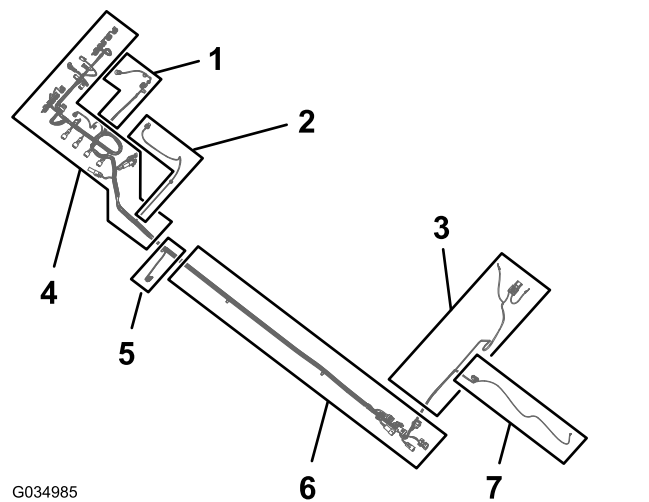

Figura 83
1. Localize a secção com 165 cm e a secção com 203 cm da nova cablagem elétrica (Figura 83).